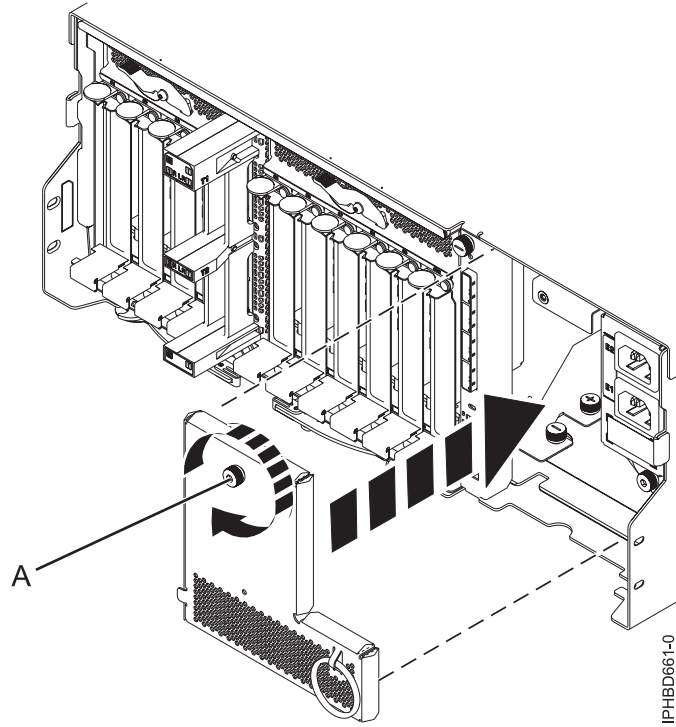

Figure 31. Remise en place du capot du répartiteur de puissance en entrée
6. Remettez en place le capot du répartiteur de puissance en entrée, puis serrez la vis moletée (A) comme illustré à la figure 31, à la page 31.